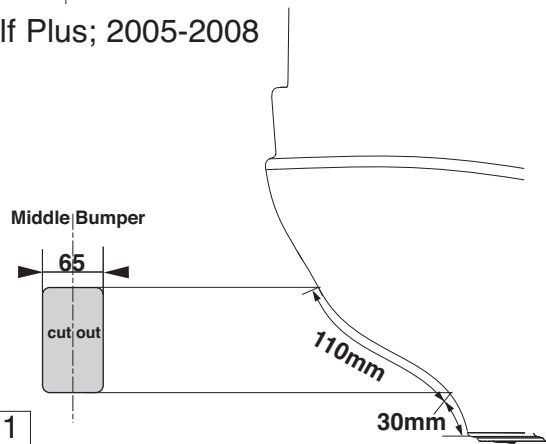

Fig. 1
6. Выпилить часть из бампера в середине снизу, как указано на рис. 1.